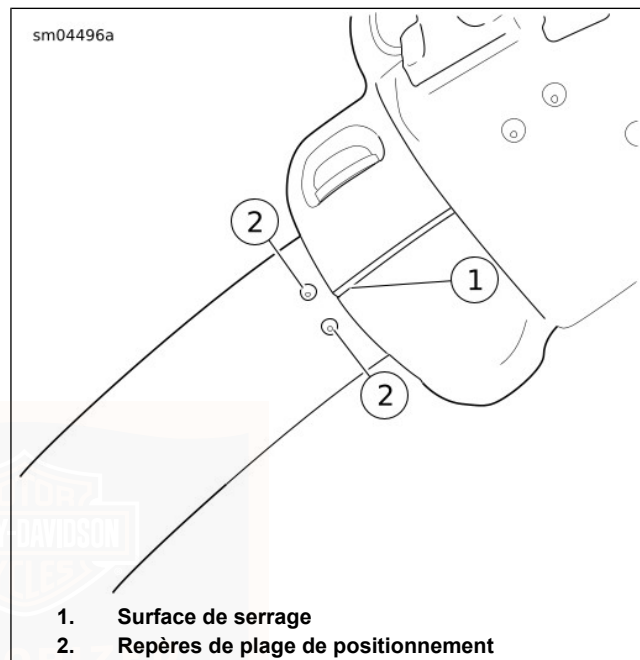

Figure 71. Alignement de l'ensemble de commande de droite du guidon vers le guidon
5. Voir Figure 71. Tourner l'ensemble de commande de droite du guidon et le levier de guidon de frein dans une position confortable. Maintenir la surface de serrage (1) entre les repères de la plage de positionnement (2).